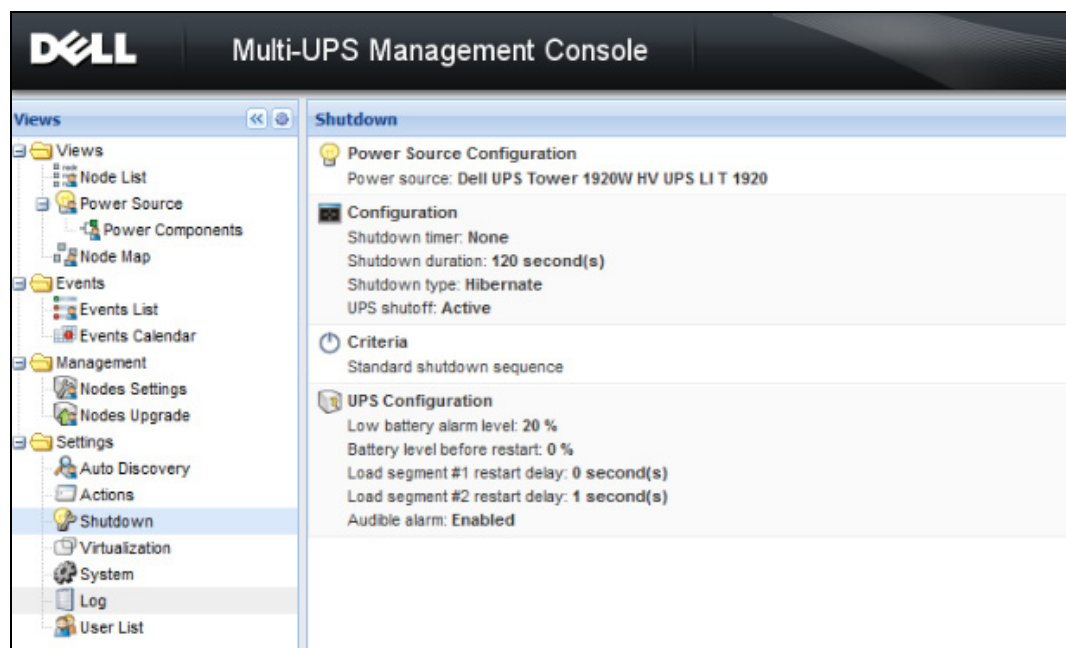

Figura 49. Pagina Spegnimento
- 2 Selezionare **Impostazioni > Spegnimento**. Appare la pagina Spegnimento (vedere Figura 49).